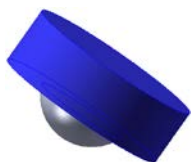
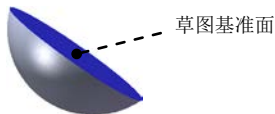

图 15.2.4 凸台一拉伸 1
图 15.2.5 草图基准面
(4) 定义旋转属性。
① 定义旋转方向。在“旋转”对话框 **方向1** 区域的下拉列表中选择 **给定深度** 选项，采用系统默认的旋转方向。
② 定义旋转角度。在 **方向1** 区域的 **A1** 文本框中输入数值 360.0。
(5) 单击 **✓** 按钮，完成旋转 1 的创作。
Step3. 创建图 15.2.4 所示的零件基础特征——凸台一拉伸 1。
(1) 选择命令。选择下拉菜单 **插入(I)** → **凸台/基体(B)** → **拉伸(E)...** 命令(或单击“特征(F)”工具栏中的 **拉伸** 按钮)。
(2) 定义特征的横断面草图。
① 定义草图基准面。选取图 15.2.5 所示的表面作为草图基准面。